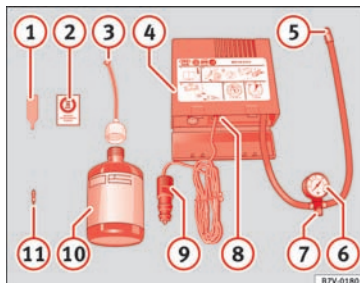

Fig. 97 Havarisættets dele
» Fig. 97:
Tilslut dækpåfyldningsslangen » **Fig. 97** ⑤ igen, og aflæs dæktrykket på dæktryksmåleren ⑥.